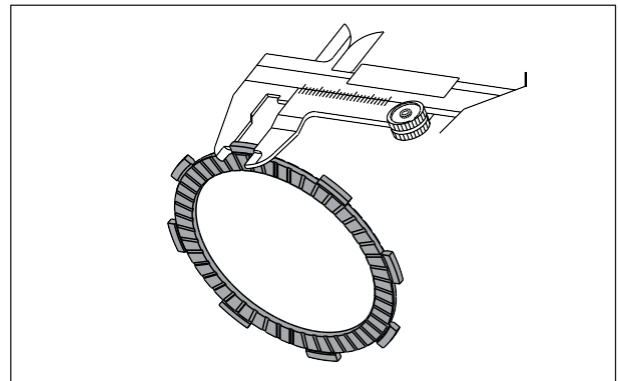

Fig. 3.17
- Revise el ancho de la sección de ajuste del disco con el calibrador de Vernier. (Fig. 3.17)